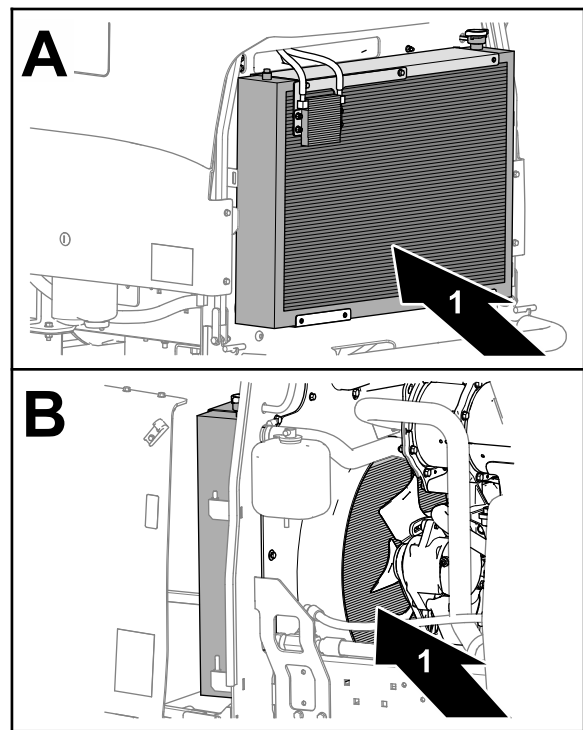

Figura 67
7. Limpie a fondo ambos lados del radiador y del enfriador de aceite con aire comprimido (Figura 67).